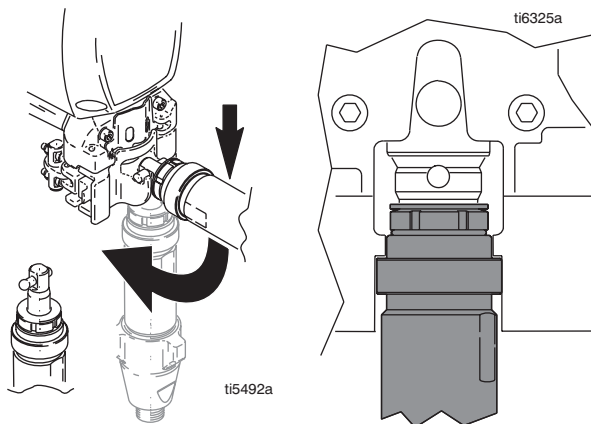

FIG. 24
1. FIG. 24. Ajuste el eje del pistón con el soporte de pasador para sacar el eje del pistón. Golpee ligeramente el eje del pistón contra una superficie dura para extraerlo.